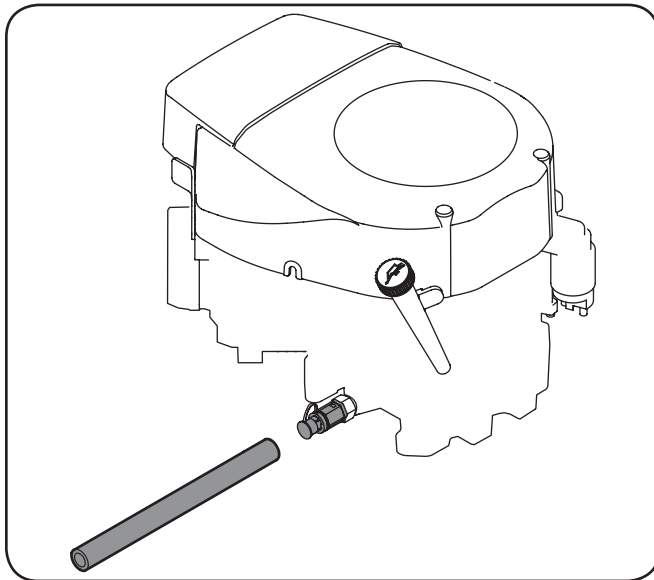

Figure 6-1
3. Soulevez le capuchon de protection à l'extrémité du robinet de vidange de l'huile pour exposer l'orifice de vidange. Consultez la figure 6-1. Retirez le bouchon de remplissage ou la jauge graduée du tube de remplissage d'huile.